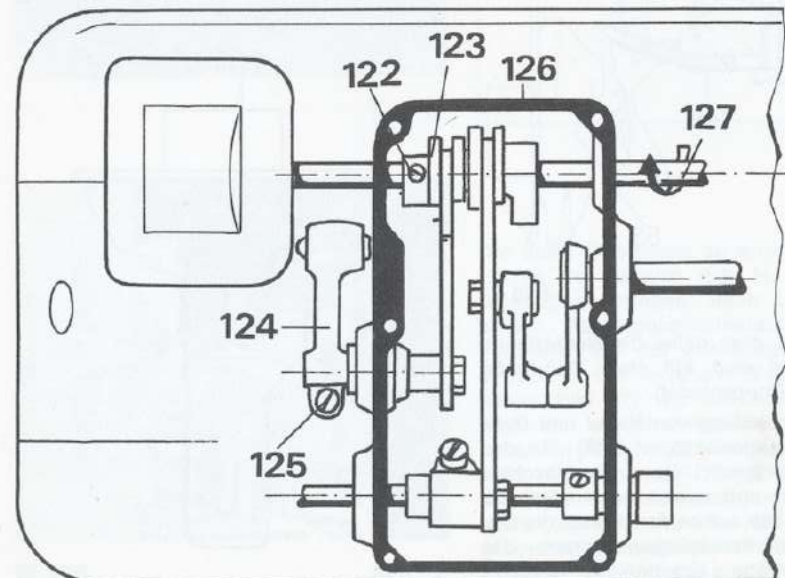

Bild 35
Schraube (125) (Bild 35) wenig lösen und den Transporteur durch Drehen des Hubhebels (124) auf den vorgeschriebenen Wert einstellen. Lehre No. 398 024 03.
Einstellen (Bild 35).